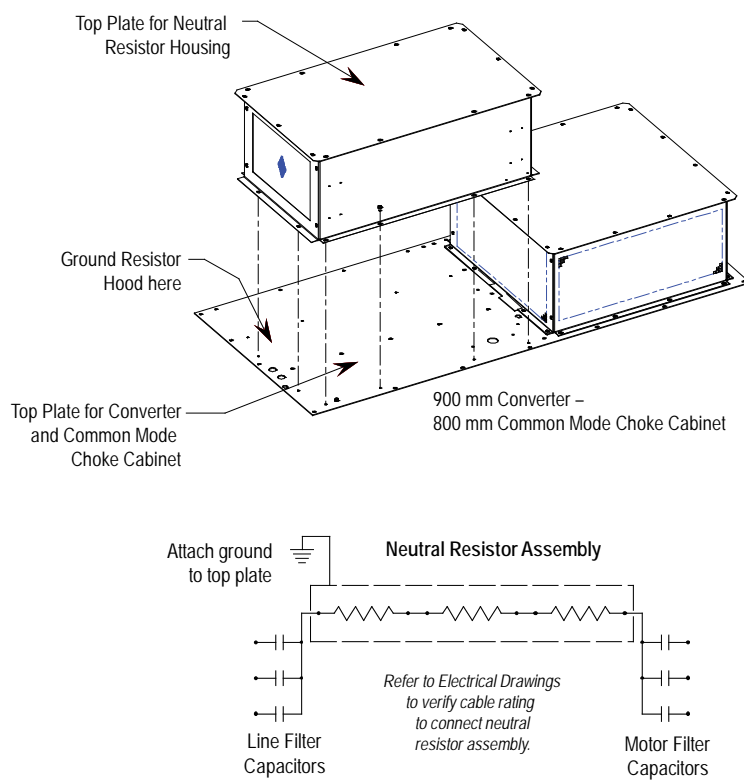
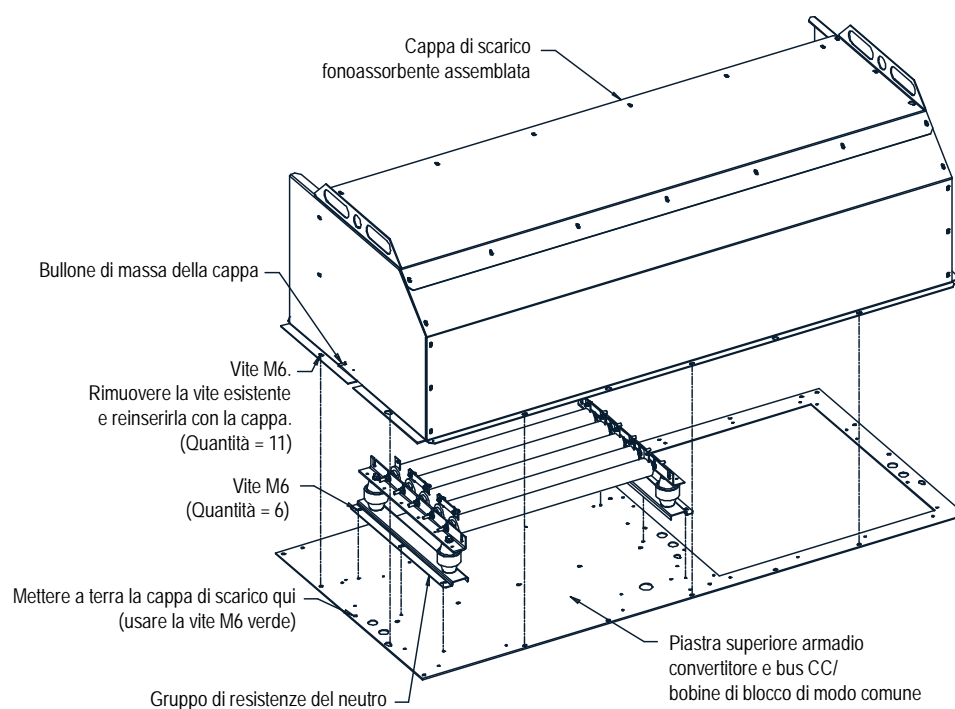

Figura 2.6 – Gruppo cappa per resistori del neutro
Figura 2.7 – Gruppo cappa fonoassorbente per resistori del neutro
1. Posizionare il gruppo di resistori sulla parte superiore dell'armadio, come illustrato nella Figura 2.6 (per il gruppo con cappa fonoassorbente, consultare la Figura 2.7.)
4. Collegare il cablaggio dei resistori in base allo schema elettrico fornito con l'inverter; uno schema di collegamento tipico è illustrato nella Figura 2.6. Verificare che il cablaggio dei resistori passi attraverso il foro dotato di boccola di plastica per proteggere l'isolamento del filo. L'alloggiamento del gruppo di resistori del neutro ha un collegamento a terra che deve essere collegato alla piastra superiore dell'inverter.